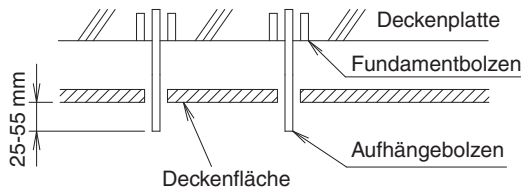

Abb. 9
**(4) Bringen Sie die Aufhängebolzen an.**
- Stellen Sie den Abstand des Aufhängebolzens von der Decke im Voraus ein. **(Siehe Abb. 9)**
- Die Teile in **Abb. 9** sind alle bauseitig bereitzustellen.